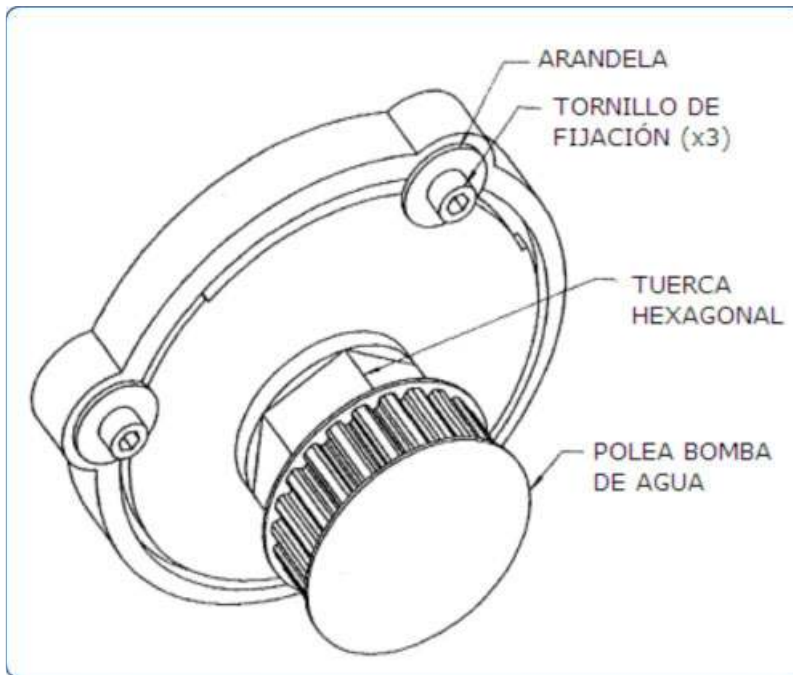

Fig. 3
4. Gire el cuerpo de la bomba de agua **en sentido antihorario** con una llave de 42mm (Figura 2). La llave debe calzar alrededor de la tuerca hexagonal por debajo de la polea de la bomba (**Fig. 3**).